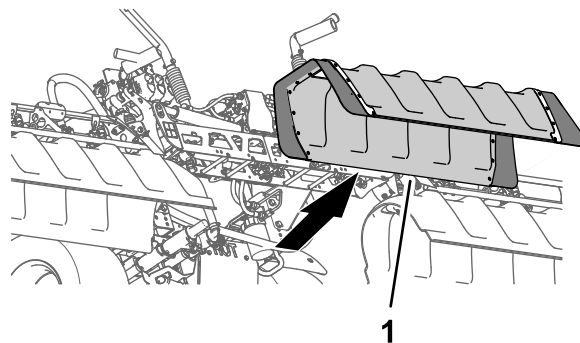

Figura 26
2. Remova a cobertura da secção central da máquina (Figura 26).